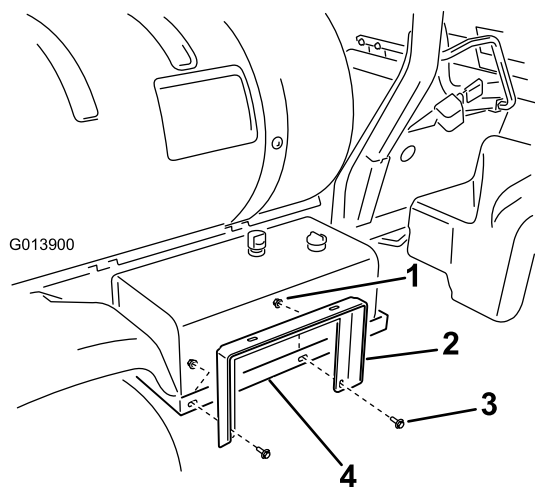

图8
- 用 2 个凸缘头螺栓（3/8 x 1 英寸）和 2 个凸缘螺母（3/8 英寸）将软管卷支座安装到液压油箱支架（图8）上。出于随后调整考虑，不要完全旋紧螺母。
3. 用 2 个凸缘头螺栓 (3/8 x 1 英寸) 和 2 个凸缘螺母 (3/8 英寸) 将软管卷支座安装到软管卷箍带 (图8) 上。